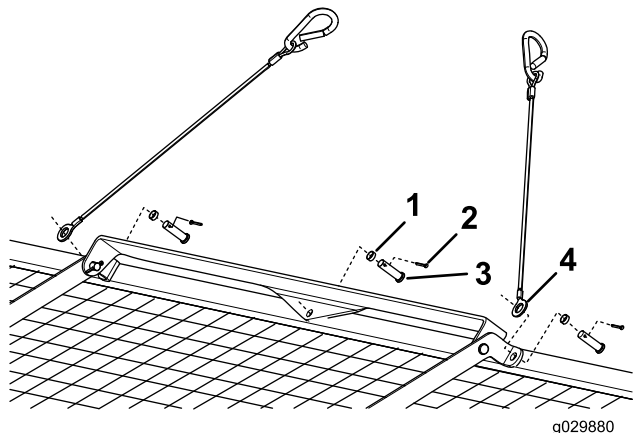

Рисунок 9
помощи 2 шплинтуемых штифтов (3/8 x 1-1/8 дюйма), продев их сверху вниз, 2 оцинкованных проставок и двух шплинтов (15/16 x 3/4 дюйма), как показано на Рисунок 9.
- Прикрепите центральную часть передней кромки выравнивающей сетки к раме кронштейна сетки при помощи шплинтуемого штифта (3/8 x 1-1/8 дюйма), продев его сверху вниз, оцинкованной проставки и шплинта (15/16 x 3/4 дюйма), как показано на Рисунок 9.